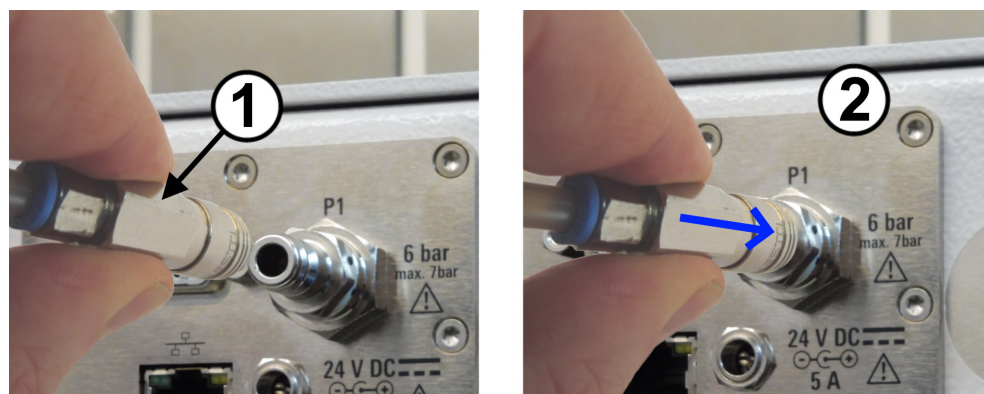

Figura 6-5: Conectar el suministro de aire comprimido
8. Conecte el adaptador push-pull al enchufe de acoplamiento rápido. Para hacerlo, sujete el adaptador por la parte trasera (véase 1 en la figura 6-5) y presiónelo en el enchufe de acoplamiento rápido (2).